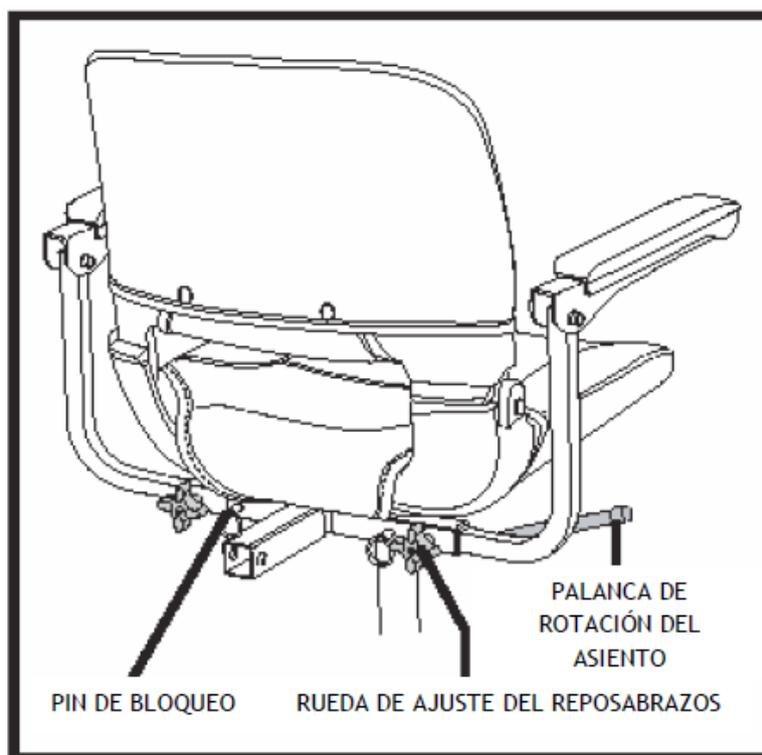

Figura 10. Ajuste del asiento
1. Suba la palanca de rotación del asiento. La palanca está situada en la parte derecha del asiento. (Ver la figura 10).
1. Afloje los botones de ajuste de los reposabrazos. (Ver la figura 10).